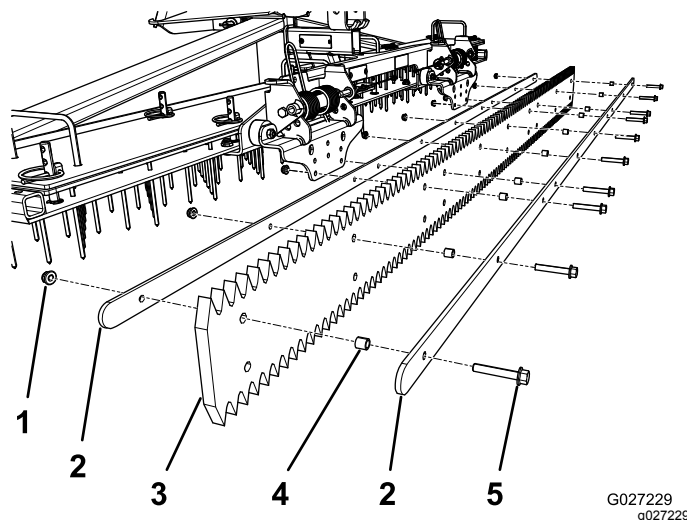

Рисунок 12
1. Снимите 10 гаек и болтов, которые крепят 2 опорных планки к резиновой гладилке (Рисунок 12).